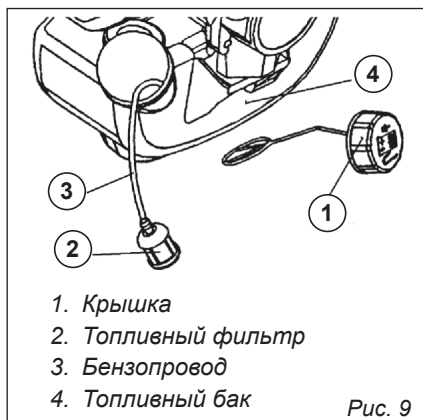

Рис. 9
9.2. Топливный фильтр (рис. 9)